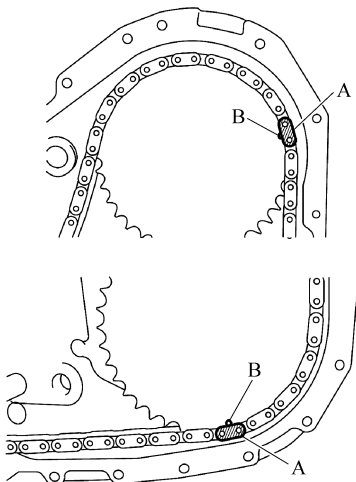
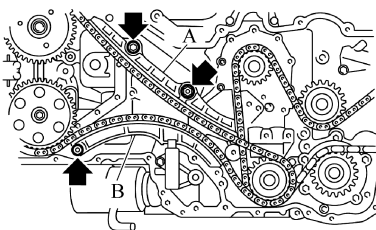

图 7-32 安装左正时链
图 7-35 安装正时链导向装置和张紧控制杆
② 将左侧正时链条依次安装到惰轮链轮 (下侧)、水泵、排气凸轮轴链轮 (左侧) 和进气凸轮轴链轮 (左侧) 上, 如图 7-32 所示。
• 检查正时链条上的蓝色标记 A 和凸轮轴链轮上的标记 B 的对齐方式, 与曲轴链轮的对齐方式必须一致。如图 7-32 所示。
③ 安装惰轮链轮(上侧)。
- 检查正时链条上的金色标记 A 和凸轮轴链轮上的标记 B 的对齐方式与曲轴链轮的对齐方式一致。如图 7-32 所示。
③ 安装链条导向装置(右侧)。
④ 安装链条张紧器控制杆(右侧),如图 7-35 所示。